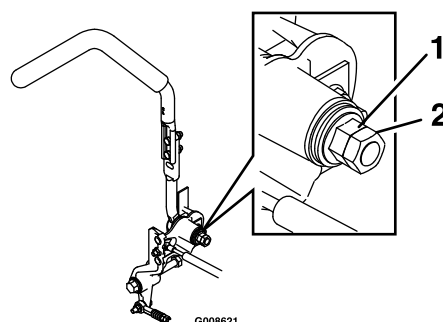

Figure 63
2. Desserrez l'écrou de blocage (Figure 63).